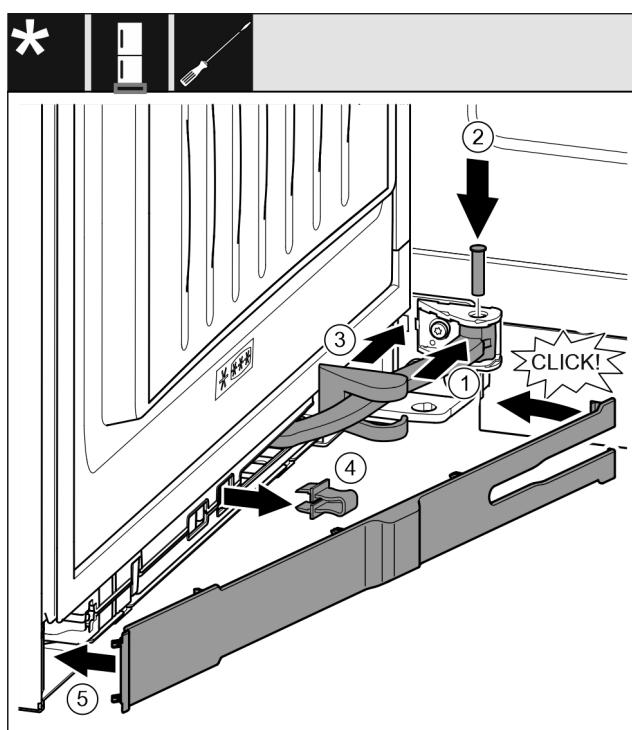

Fig. 47
- ▶ Περιστρέψτε την άρθρωση στην ανάρτηση. Fig. 47 (1)
- Τοποθετήστε τον πείρο με κατσαβίδι T15 στην ανάρτηση και στην άρθρωση. Βεβαιωθείτε ότι το έκκεντρο ασφάλισης εφαρμόζει σωστά στην εγκοπή. Fig. 47 (2)
- Ωθήστε το κάλυμμα του στηρίγματος κατά μήκος της άρθρωσης και τοποθετήστε το πάνω από την ανάρτηση. Fig. 47 (3)
- Αφαιρέστε την ασφάλεια. Fig. 47 (4)
- Εφαρμόστε το διακοσμητικό κάλυμμα στην πλευρά της λαβής και κλείστε το. Fig. 47 (5)